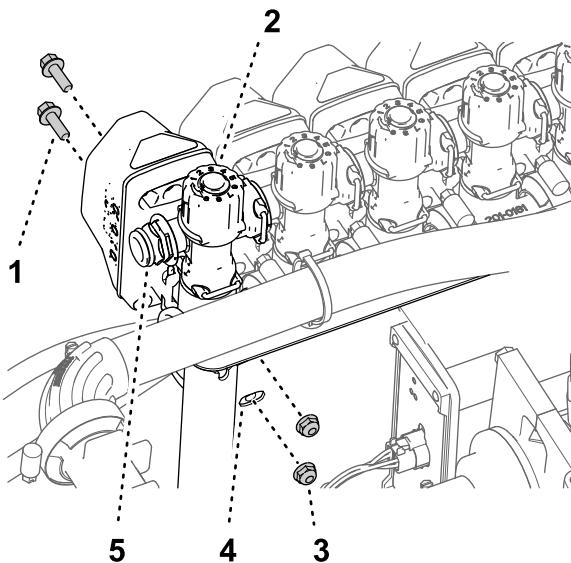
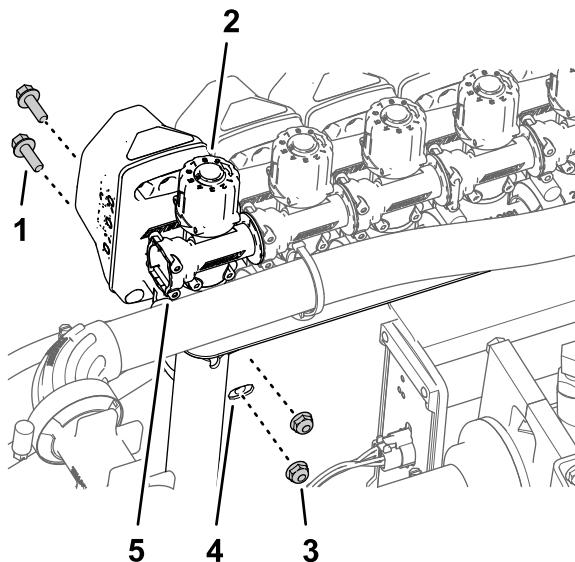

Рисунок 105
Рисунок 106
3. Установите клапан сопла 10 на опору крепления клапанов (Рисунок 105 или Рисунок 106) при помощи 2 болтов с фланцевыми головками (1/4 x 3/4 дюйма) и 2 контргаек (1/4 дюйма), снятых при выполнении пункта 2 раздела Демонтаж клапанов секций с крепления коллектора (страница 35).